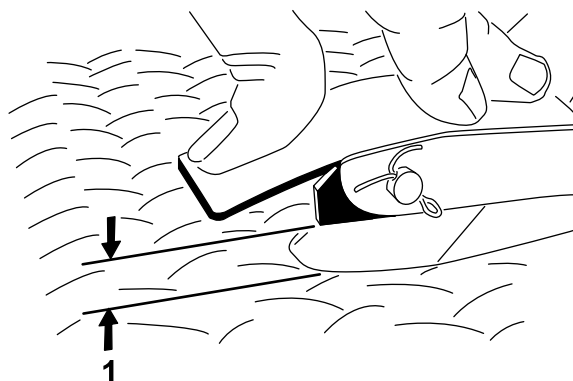
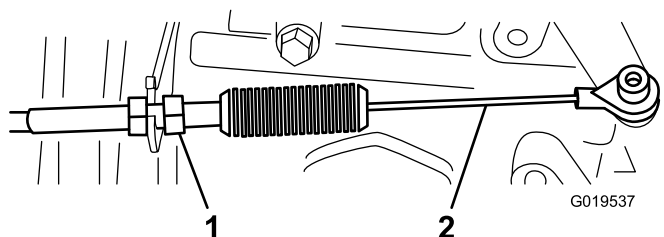

Рисунок 67
Рисунок 66
2. Отрегулируйте шаровой шарнир на тросе акселератора (Рисунок 66) таким образом, чтобы зазор между рычагом педали акселератора и верхом доски пола с ромбовидным рисунком поверхности составлял от 2,54 до 6,35 мм (Рисунок 67), когда к центру педали прикладывается усилие 11,3 кг.
3. Затяните контргайку (Рисунок 66).